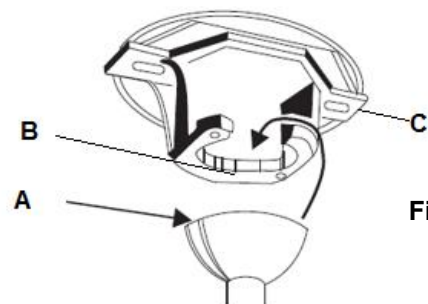

Fig. 7
Eleve el conjunto del ventilador sobre el soporte de armado. Compruebe que la ranura de la llave (A) de la bola de colgado está ubicada en la clavija de la llave (B) del soporte de armado (C) para evitar que el ventilador gire cuando está en funcionamiento. **Fig.7**
1. Eleve el ensamblaje del ventilador sobre el soporte de armado. (**Fig. 7**)